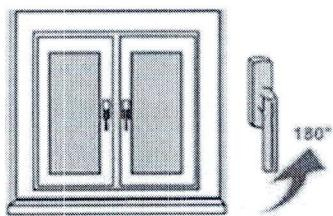

Рис.2
3) Для перевода створки из закрытого положение в откидное (поворот створки относительно нижней горизонтальной оси, положение «Откинуто» на Рис.2) ручку поворачивают вертикально на 180 градусов вверх, затем, потянув за ручку, поворачивают створку относительно нижней горизонтальной оси на заданный изготовителем угол (не более 10 градусов) (**откидной режим**).
4. Для запирания створки из открытого или откидного положения ее сначала закрывают и, придерживая створку рукой, поворачивают ручку вертикально вниз (положение «Закрыто» на Рис. 2).